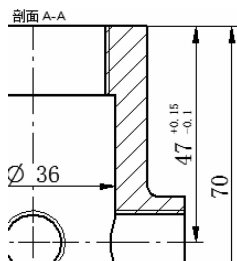

图 9-236 标注公差尺寸
(2) 上面的符号确保为，下面的符号确保为。在后面的框里输入值 0.15，在后面的框里输入值 0.10，如图 9-235 所示，结果如图 9-236 所示。